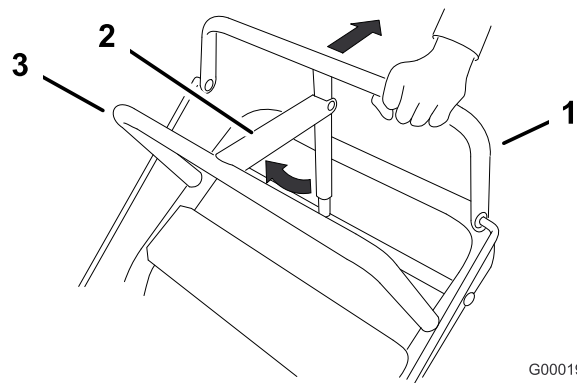

Figura 7
1. Tire de la barra de control superior (Figura 7) hacia atrás y manténgala en esta posición.
2. Levante la palanca del freno de estacionamiento (Figura 7) y suelte poco a poco la barra de control superior. La palanca de freno debe permanecer en la posición de puesto (bloqueado).